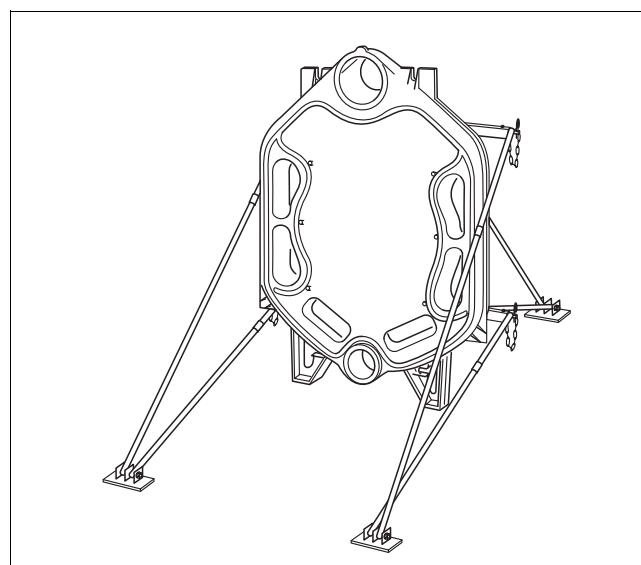

Рис. 7 Задняя секция с установленным монтажным комплектом
- Крепите секции котла от опрокидывания при помощи монтажного приспособления (дополнительный заказ). Сначала задняя секция крепится к монтажному приспособлению (→ рис. 7).
- Установить заднюю секцию и при помощи монтажного приспособления закрепить ее от опрокидывания (→ см. рис. 7 а также отдельную инструкцию по использованию монтажного приспособления).